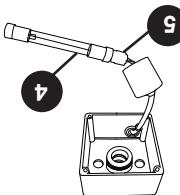

Figure 4
- 5.** Retirer la douille (5) de la lampe UV (4), Figure 4.